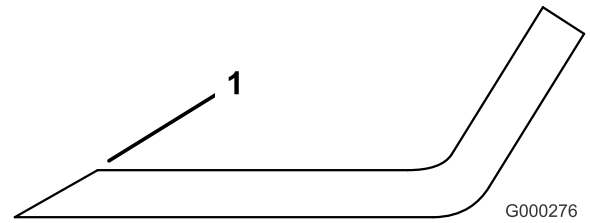

図 74
1. ブレードは、左右の刃先部分を研磨する（図 74）。刃先の角度を変えないように注意すること。左右を同じだけ削るようすればバランスが狂わない。